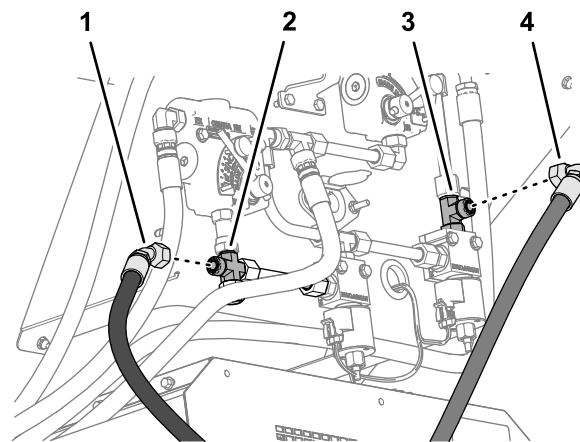
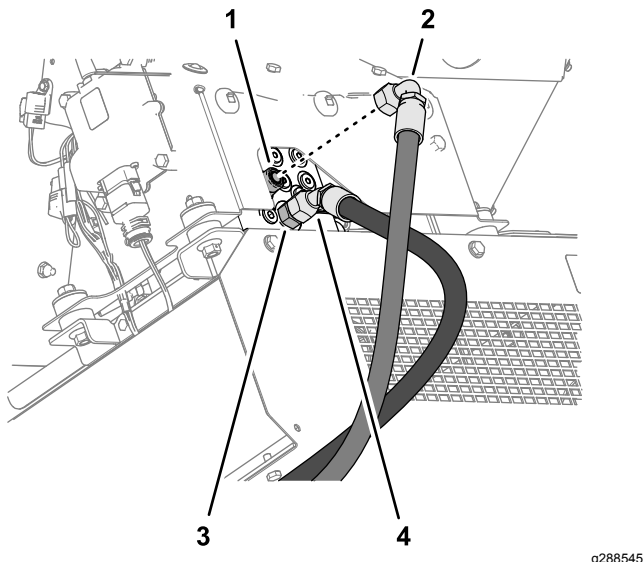

Figura 19
Figura 21
2. Monte sem apertar a união de 90° do tubo hidráulico de retorno (o tubo com o autocolante de seta colado) na união em T (Figura 19).
3. Monte sem apertar a união de 45° do tubo hidráulico de pressão na união da travessa (Figura 19).
2. Monte sem apertar a união de 45° do tubo hidráulico de pressão na união da porta P (Figura 21).
3. Monte sem apertar a união de 90° do tubo hidráulico de retorno (o tubo com o autocolante de seta colado) na porta T no coletor hidráulico (Figura 21).
- Aperte a 90° do tubo hidráulico de retorno e a união de 45° do tubo hidráulico de pressão; consulte a Figura 19 ou a Figura 21.